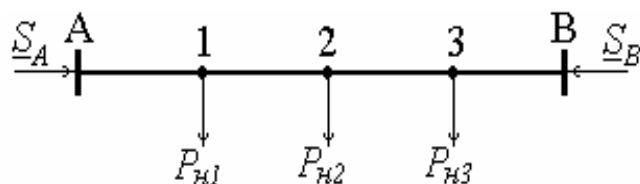

Рис. 57. Схема сети к задаче 35
**Задача 35.** Для сети с номинальным напряжением 110 кВ, изображенной на рис. 57, *определить* мощности  $\underline{S}_A$  и  $\underline{S}_B$ , поступающие в сеть. Напряжения